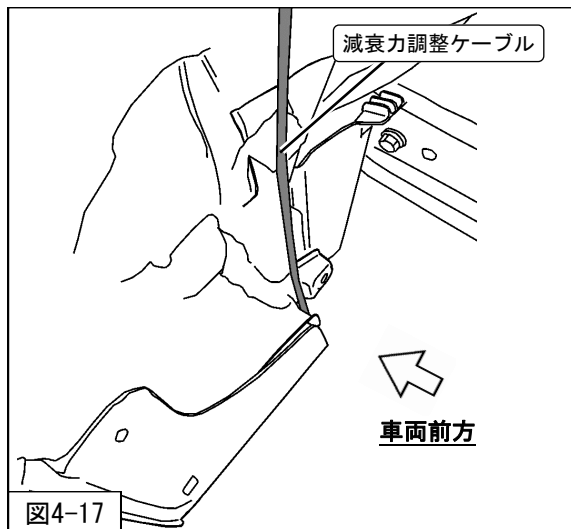

図4-17
18. 減衰力調整ケーブルをサイドステップとタイヤハウスの隙間から車外へ通してください。（図4-17）